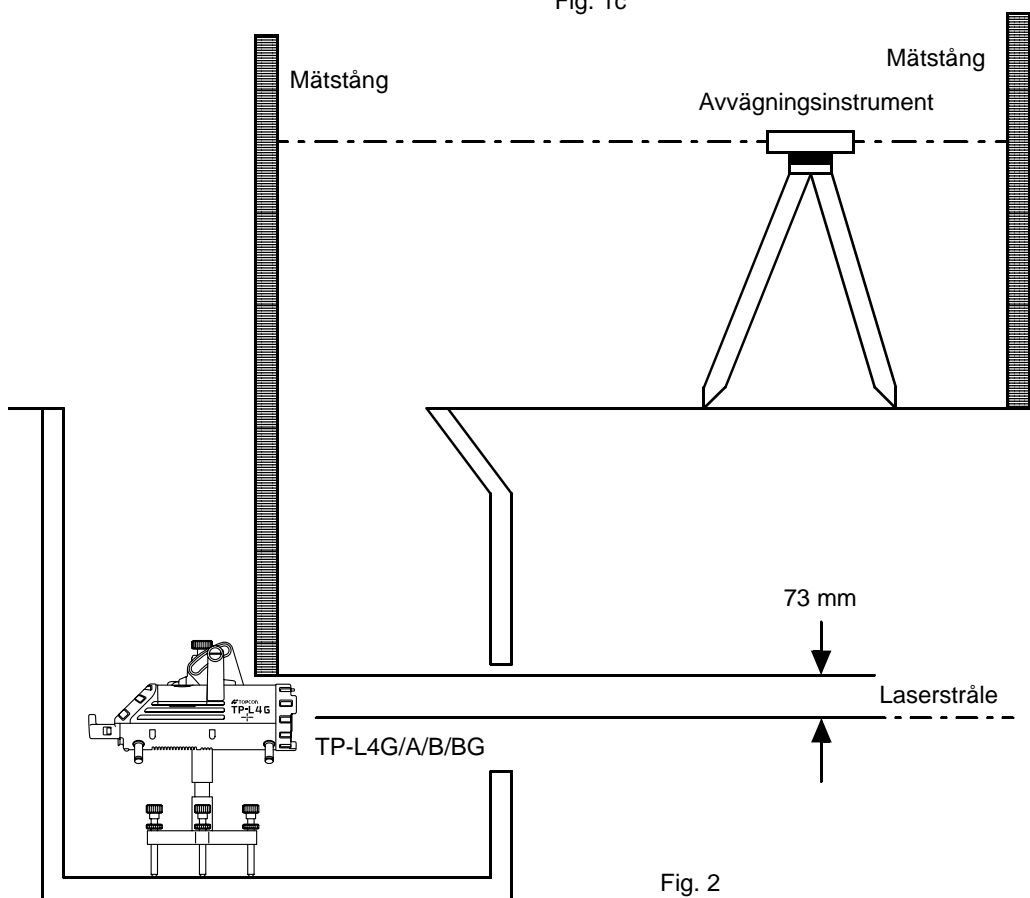

Fig. 2
- 2** Ställ upp ett avvägningsinstrument mellan brunnen och höjdfixen. Gör en avläsning på höjdfixen och lägg till det avlästa värdet till den höjdschakt som indikeras på stången (Fig. 2).
- 3** Placera mätstången ovanpå stavhandtagsfästets klämma (om en bensats används behövs ingen nivåöverföring, eftersom den förfixerade vattengången måste placeras på rätt höjd). Vid mätning från klämman ska du komma ihåg att lägga till förskjutningsavståndet för centrerung av strålen (73 mm) (Fig. 2).